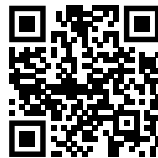

Fig. 84
- ▶ Відкрити Liebherr SmartMonitoring Dashboard. (див. Fig. 84)